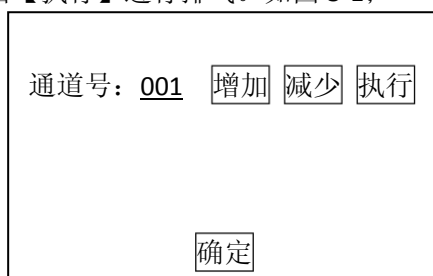

图 3-1
- 6) 输入通道号 001，点击【执行】进行排气。如图 3-1；